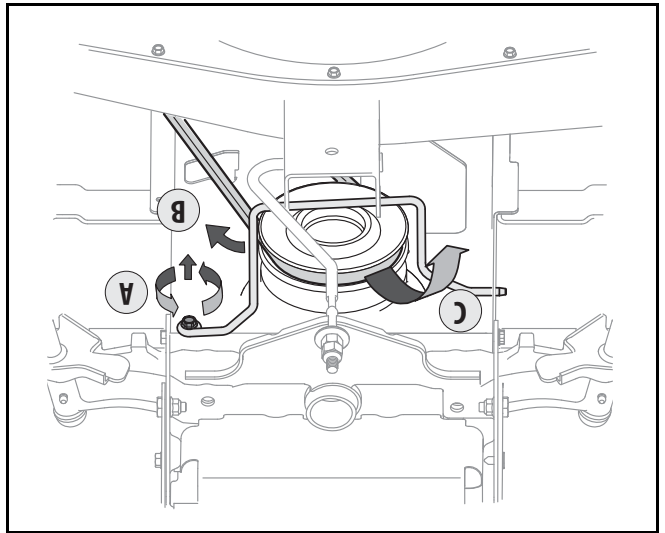

Figure 23
5. Retirez la tige de garde de la courroie d'autour de la poulie motrice en dévissant la vis taraudée (A) qui la fixe. Voir la Figure 23.